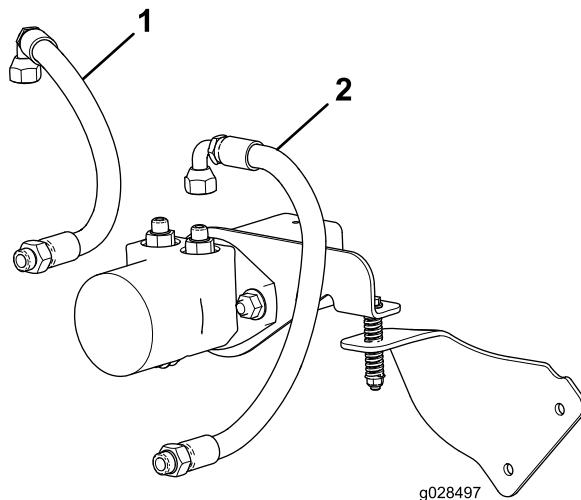

Bild 4
3. Ziehen Sie die Anschlussstücke an den 90-Grad-Anschlussstücken an den zwei Hydraulikschläuchen zu den zwei geraden Anschlussstücken (Bild 4) mit 50-64 N·m an.